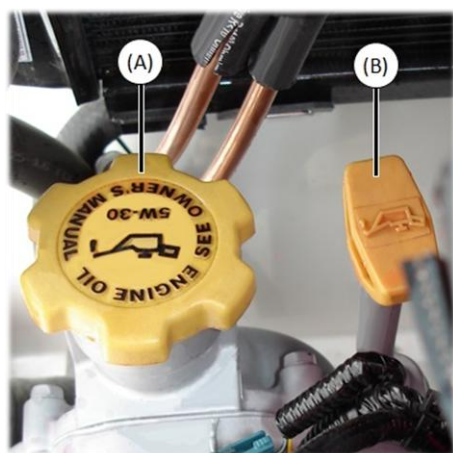

Рисунок V-1
- 1) Извлеките щуп уровня масла (Рисунок V-1). Проверьте масло на предмет видимого загрязнения или наличия в нем охлаждающей жидкости или топлива. В случае видимого загрязнения, замените его. При наличии в масле примесей охлаждающей жидкости или топлива, проверьте двигатель. Вытрите щуп насухо.
1) Для ускорения процесса слива моторного масла из двигателя снимите крышку маслозаправочной горловины двигателя (Рисунок V-1).